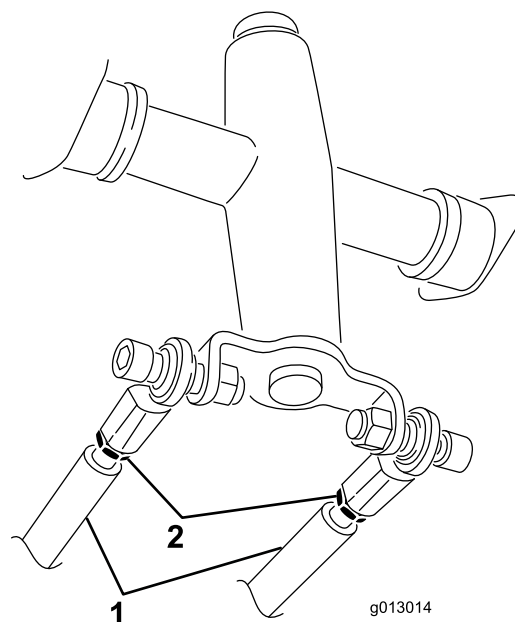

Figure 58
3. Desserrez les écrous de blocage sur les tiges de déplacement, sous le panneau de commande (Figure 58).